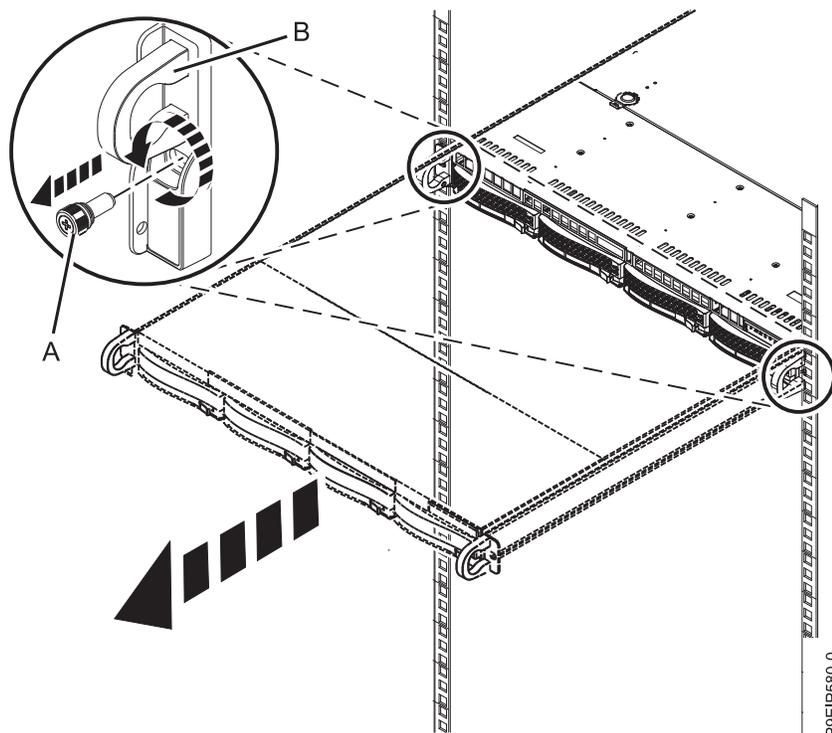

Figura 79. Quitar los tornillos frontales y extraer el sistema del bastidor
2. Quite los tornillos frontales que fijan el sistema al bastidor desde ambos lados del sistema, como se muestra en la Figura 79.